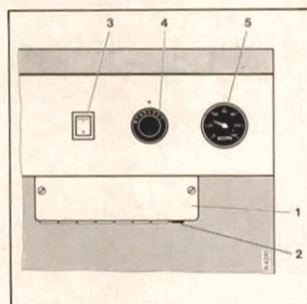

Fig. 18 VKU 17-28/VKS 17-39
- Elektrisk hovedafbryder 3 (fig. 18 of 19) slås til. Kontrollampe lyser.